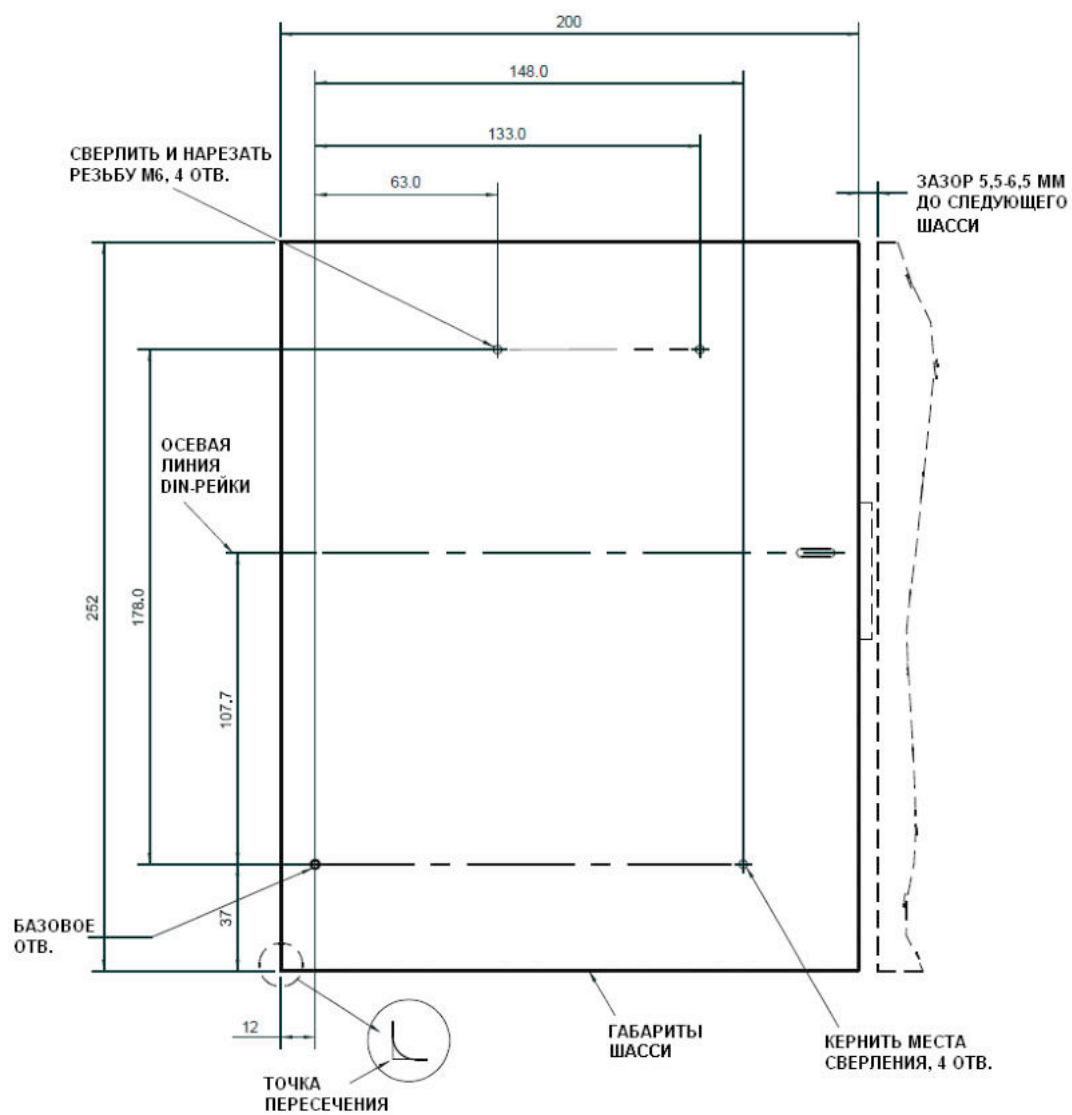

Рис. 30 – Шасси для контроллеров
- Размечаем положение шасси **8707**, пользуясь размерами с рис. 30, затем отмеряем 286,75 мм вправо и 4 мм вверх от базового отверстия. Это будет место для базового отверстия шасси **8723**.